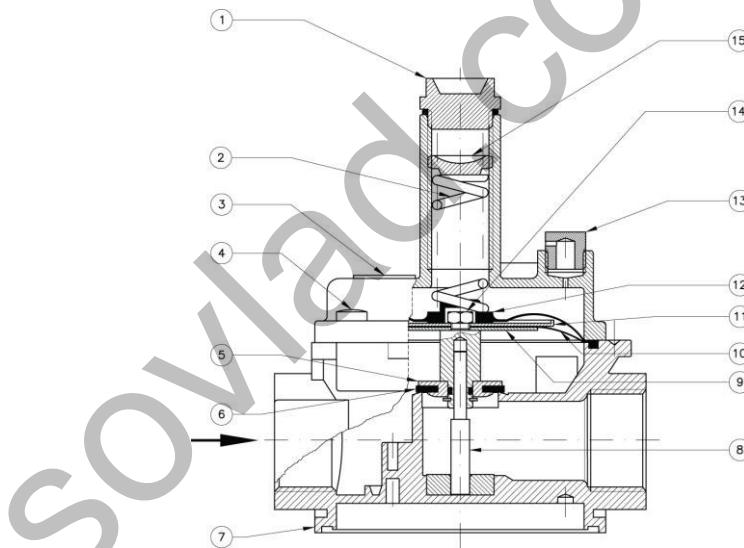

Рис. 3
Клапан (рис. 3) состоит из: запорный колпачок (1); пружина регулирующего устройства (2); раструб (3); винты крепления (4); затвор (5); уплотняющая прокладка (6); корпус (7); центральный шток (8); нижний диск мембранны (9); рабочая мембрана (10); верхний диск мембранны (11); защитная мембрана (12); пылезащитный колпачок (13); гайка блокировки мембранны (14); регулировочный винт (15).